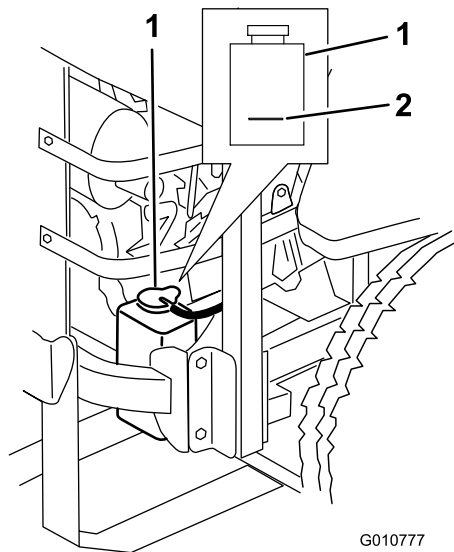

Figura 58
2. Con el motor frío, compruebe el nivel del depósito de expansión. El nivel de líquido debe llegar a la línea en relieve en el exterior del depósito de expansión (Figura 58).
3. Si el nivel de refrigerante es bajo, añada una mezcla al 50% de anticongelante de larga vida/Dex-Cool® y agua al depósito de expansión (Figura 58).
4. Añada la mezcla al 50% de refrigerante al depósito de expansión y llénelo hasta la línea marcada en el depósito (Figura 58).